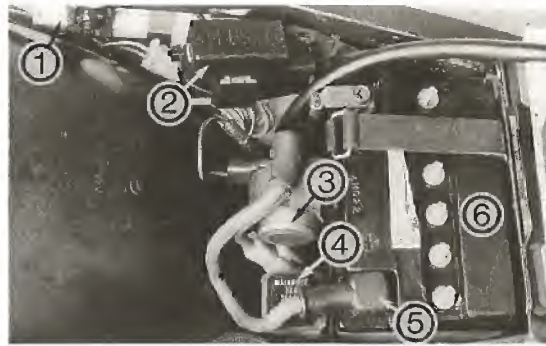

Bild 57
- Befestigungsgummi und Plusleitung ⑤ Bild 57 ausdrehen.